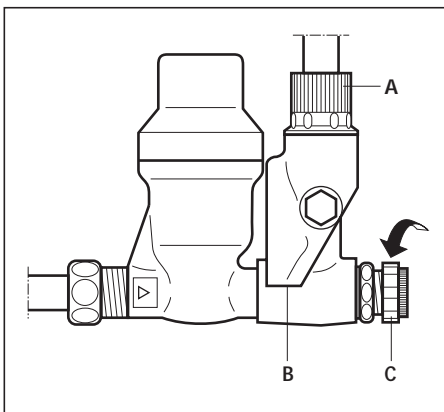

Abb. 2 Sicherheitsgruppe
- an der Abblaseleitung (B, Abb. 2) und am Sicherheitsventil für das Speicherwasser.
Bei Undichtigkeiten im Warmwasserleitungsbereich zwischen Speicher und Zapfstellen schließen Sie bitte das Kaltwasser-Absperrventil (C, Abb. 2) und lassen Sie die Undichtigkeiten durch Ihren anerkannten Fachhandwerksbetrieb beheben.
Die Auslaufarmaturen, die Abblaseleitung (B, Abb. 2) sowie das auslaufende Wasser können bis zu 85 °C heiß werden.
Während der Beheizung tritt Wasser aufgrund seiner Volumenänderung aus der Abblaseleitung (B, Abb. 2) aus. Verschließen Sie deshalb nicht das Sicherheitsventil bzw. die Abblaseleitung!